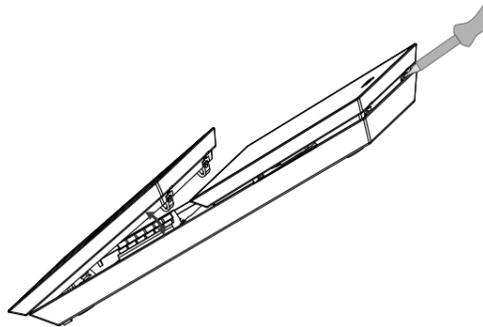

Bild 3: Zusammenbau / Demontage
■ Tasten-Aufsatz und Display-Aufsatz (Bild 3) jeweils unten in das Unterteil einhaken und nach oben klappen bis die Rasthaken verriegeln.
☰ Zur Demontage der Aufsätze die Rasthaken (Bild 3) mit einem Schraubendreher entriegeln.